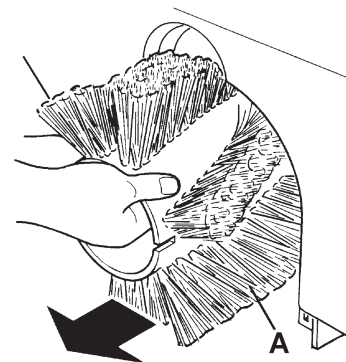

Abbildung 7
6. Hauptkehrwalze (A, Abb. 7) abnehmen.